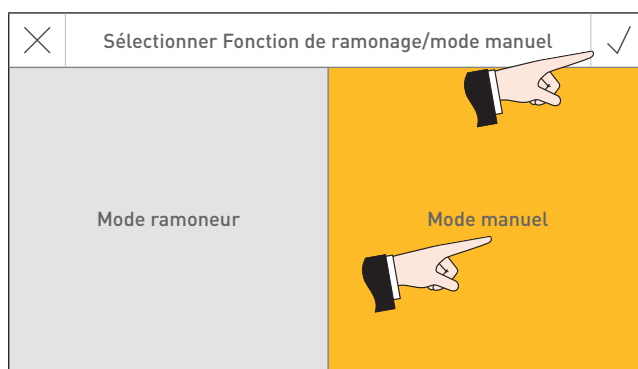

Fig. 26 Sélectionner et confirmer le mode manuel
► Sélectionner et confirmer le mode manuel ✓ – Fig. 26.